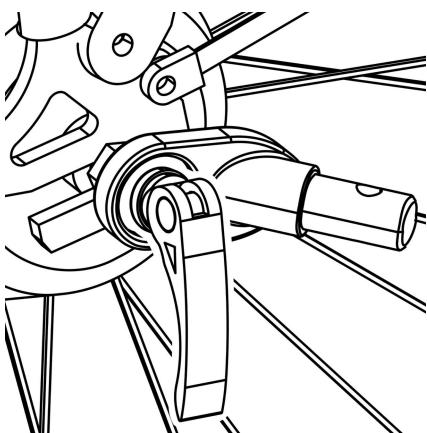

Figure 12
1. Axe à dégagement rapide : retirez le système de dégagement rapide du côté gauche de l'essieu arrière du vélo. Installez l'attelage entre le système de fixation rapide et le cadre. Serrez le système de fixation rapide en suivant le manuel du fabricant du vélo. L'attelage peut rester sur le vélo lorsque la remorque est retirée (Figure 12).